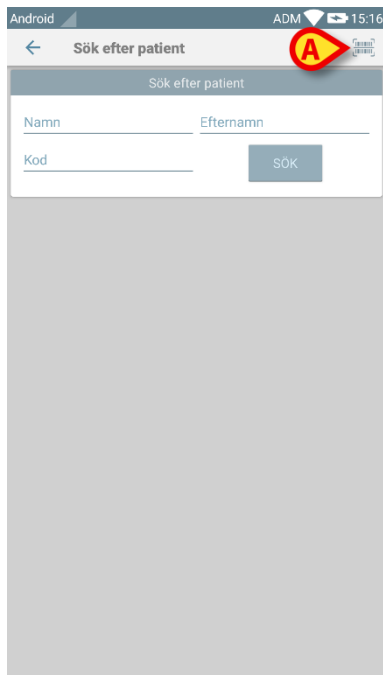

Fig. 31
- Tryck på ikonen  i Fig. 31 **A**.